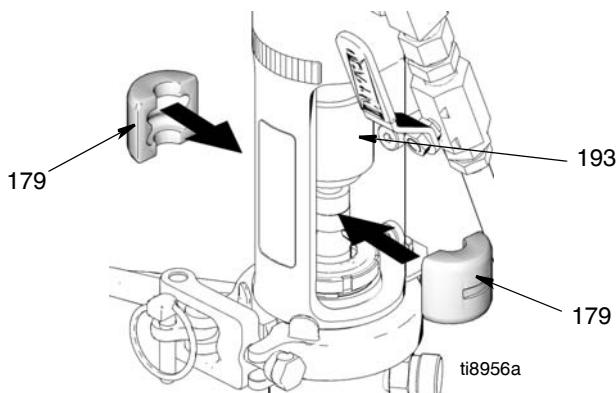

Рис. 24
5. (Рис. 24) Сдвиньте крышку соединителя (193) вверх для доступа к штоку поршневого насоса. Установите штоковые соединители (179) поверх штока.